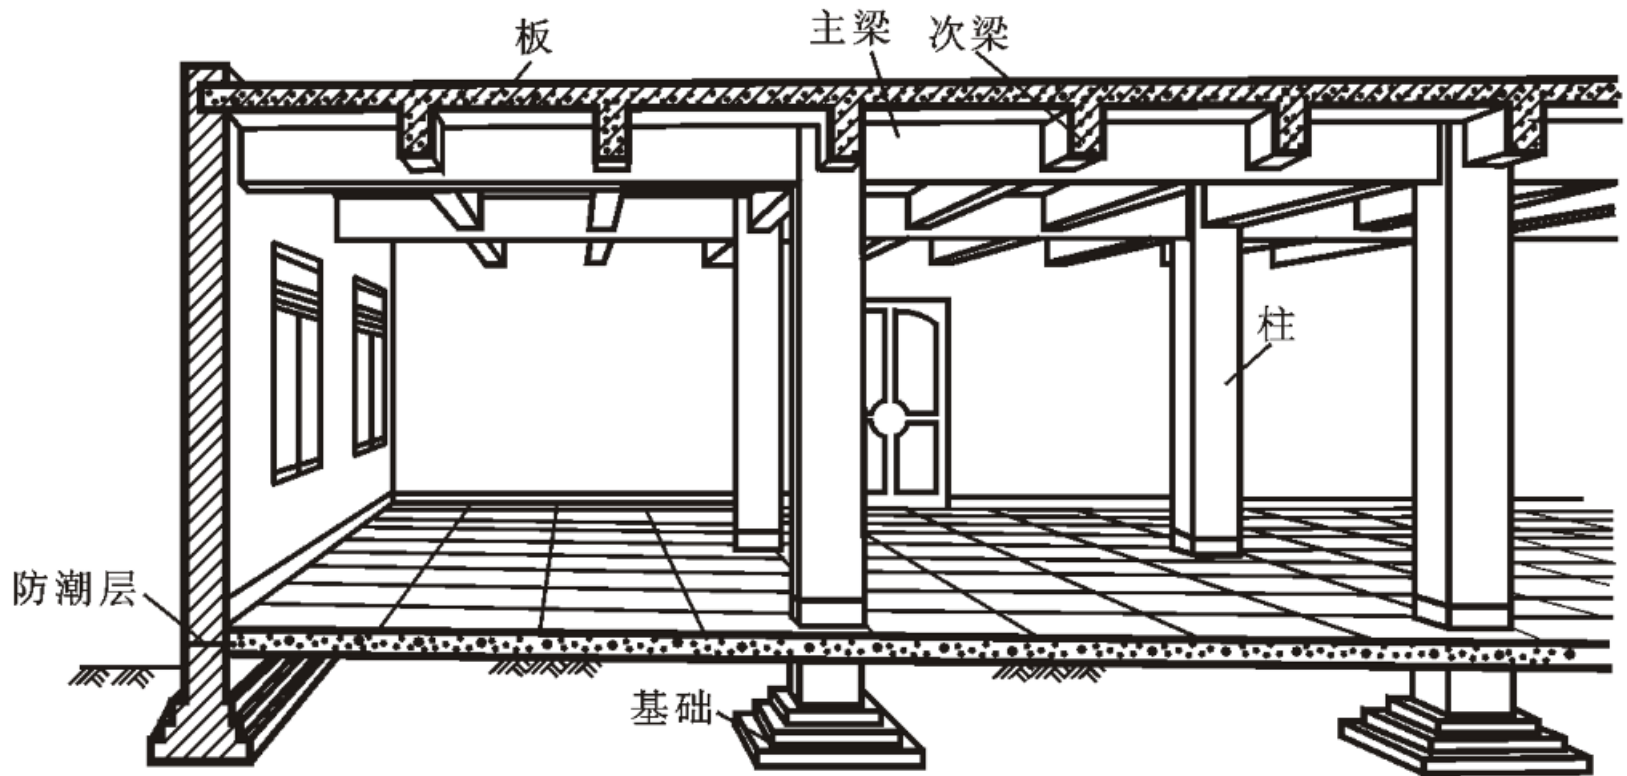

图7.2 钢筋混凝土结构示意图
- 根据建筑各方面的要求，进行结构造型和构件布置，再通过力学计算，决定房屋各承重构件(如图7.2)的材料、形状、大小以及内部构造等，并将设计结果绘成图样，以指导施工，这种图样称为结构施工图，简称“结施”。